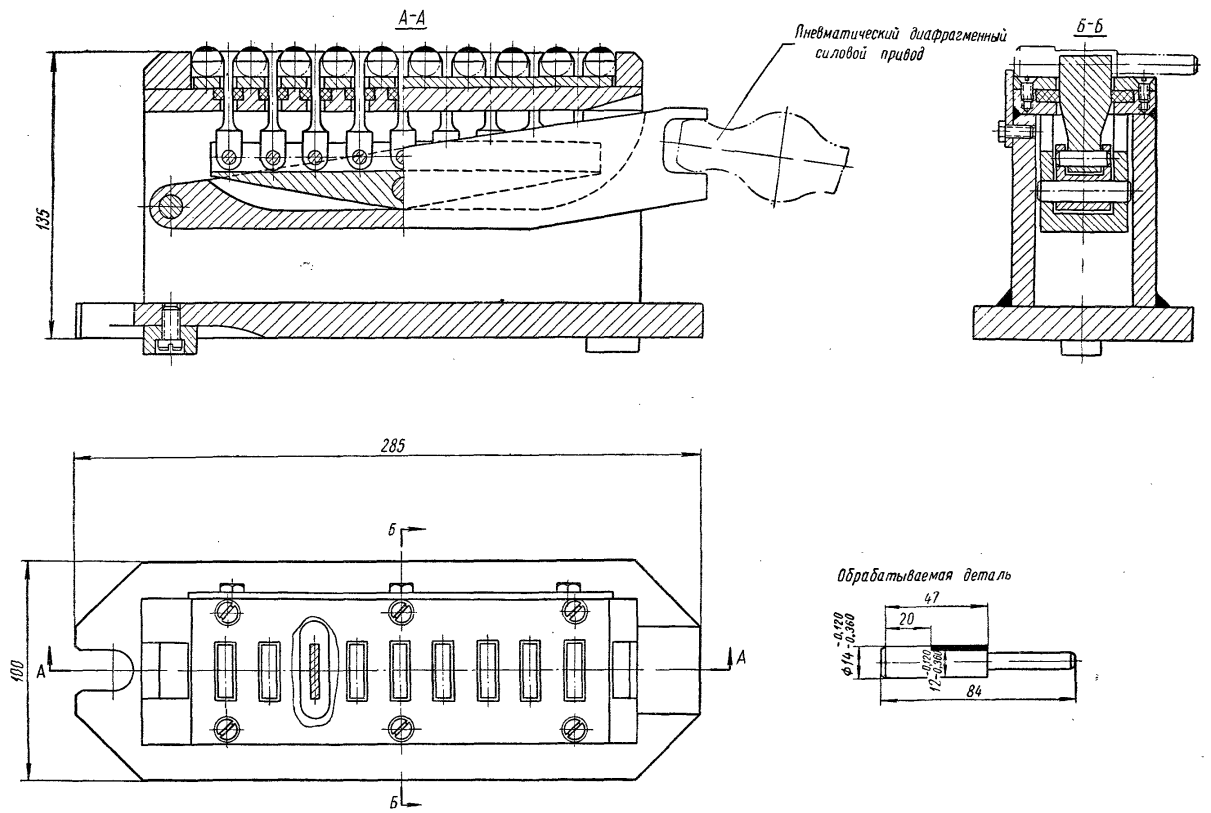

Рис. 43
3. Составьте описание конструкции и принципа действия приспособления по рис. 43.